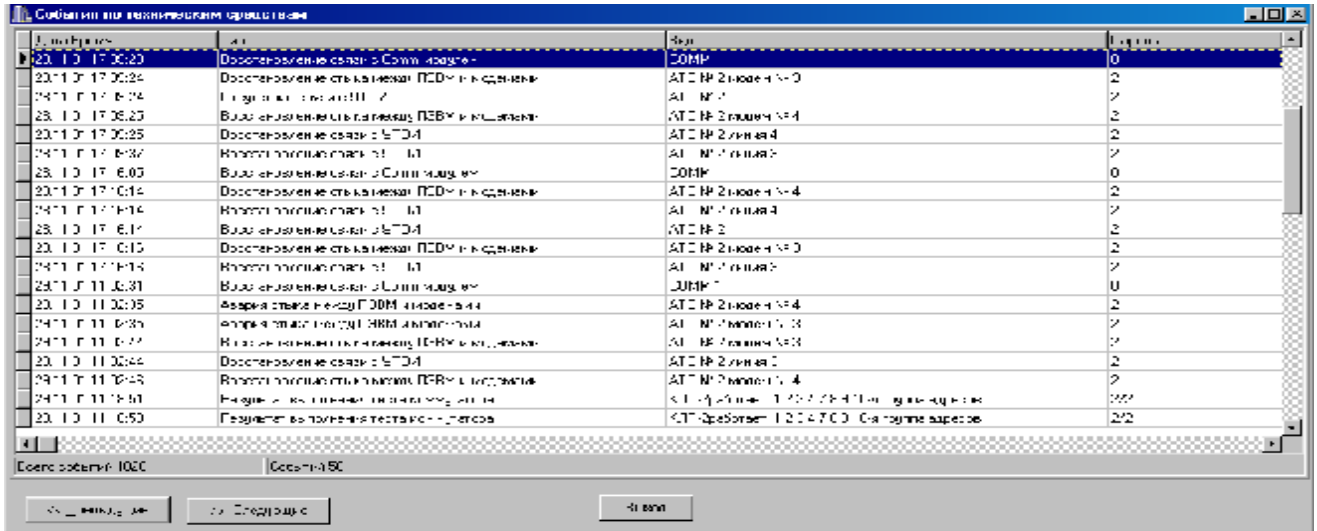

Рисунок 110
5.8.3 События по ТС можно просмотреть, войдя в пункт меню «События/События по техническим средствам», рисунок 110: